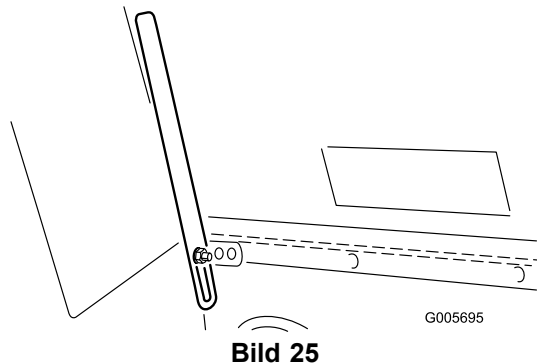

Bild 25
3. Schieben Sie die Unterkante der Motorhaubenabstützung (Bild 25) aus der Befestigungshalterung. Lassen Sie die Motorhaubenabstützung herunter, drehen Sie sie nach oben und dann nach unten, um die Motorhaube abzustützen.